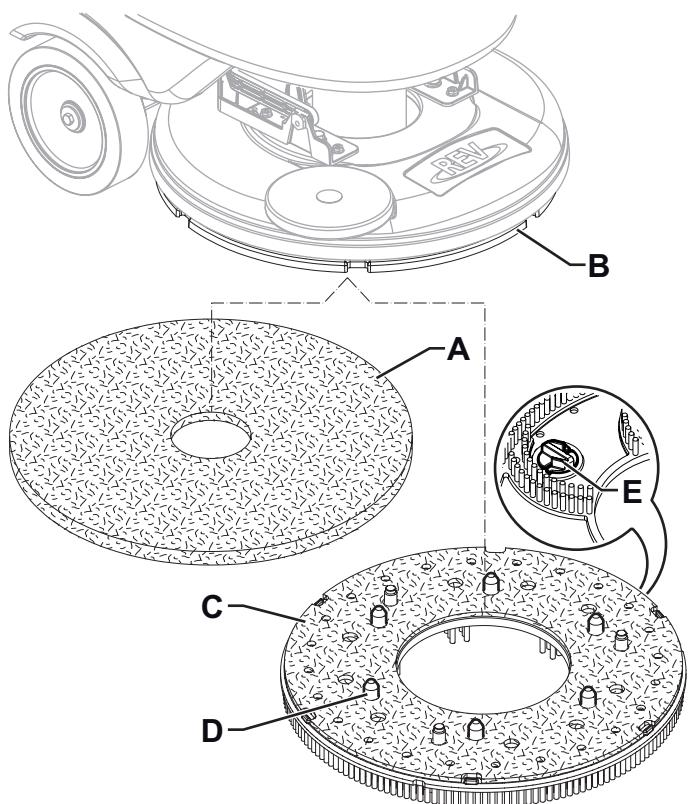

Abbildung 3
1. Sicherstellen, dass der REV-Kopf (37) angehoben ist.
2. Das Gerät mit der Taste (42) ausschalten und den Bedienerschlüssel abziehen (51).
3. Je nach auszuführender Bodenbehandlung Pad (A, Abb. 3) oder Bürste (C, Option) wie folgt installieren:
- Pad (A) unter dem Kopf positionieren und andrücken, bis es auf dem Klettelement auf der Mitnehmerscheibe (B) haftet.
- Die Bürste (C, Option) unter dem Kopf positionieren, sodass die Zentrierstifte (D) mit den entsprechenden Öffnungen in der Mitnehmerscheibe (B) übereinstimmen und dann die Bürste mit den drei Befestigungsschrauben (E) festmachen.